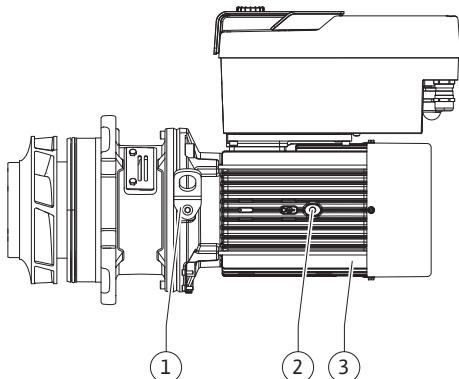

Fig. 108: Съемный блок
13. Съемный блок (см. Fig. 108) ввести в корпус насоса в прежнем или другом требуемом угловом положении. При этом учитывать допустимые монтажные положения компонентов (см. главу «Допустимые монтажные положения и изменение расположения компонентов перед установкой» [▶ 24]).